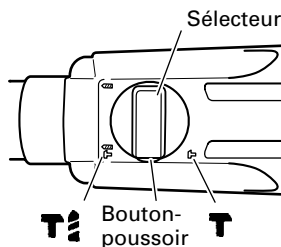

Fig. 12
- (1) Montez la pointe de broyage ou le burin.
- (2) Appuyez sur le bouton presseur et positionnez le sélecteur au milieu des repères **T** et **T**. (Fig. 12)